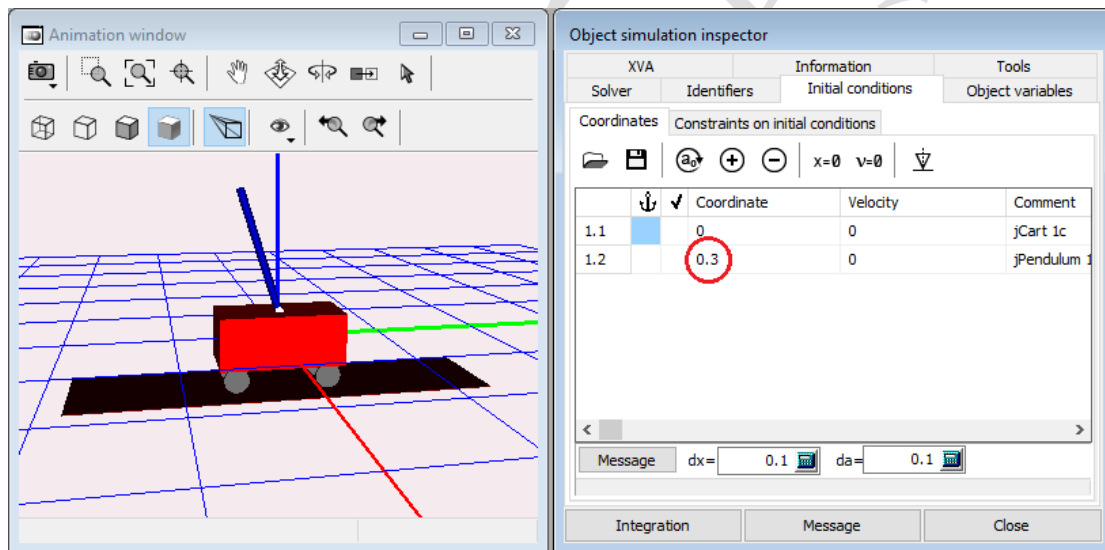

图 4.2 设置初始条件
3. 设置 **Coordinate/1.2** 为 **0.3**，如图 4.2 所示。